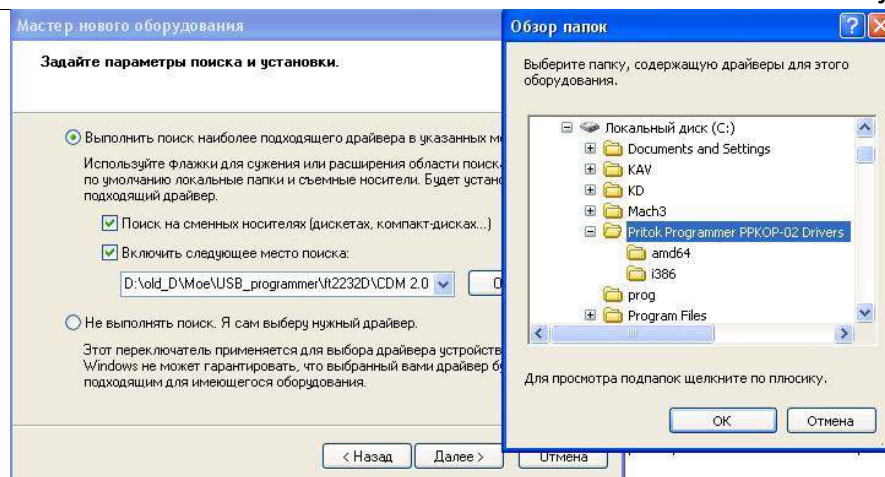

Рисунок 4. Выбор папки драйверов
3.3 В следующем окне (рис. 4) установите флаг «Включить следующее место поиска» и, нажав кнопку «Обзор», укажите путь к папке «Pritok Programmer PPKOP-02 Drivers», находящейся на прилагаемом к программатору компакт - диске, и нажмите кнопку далее.